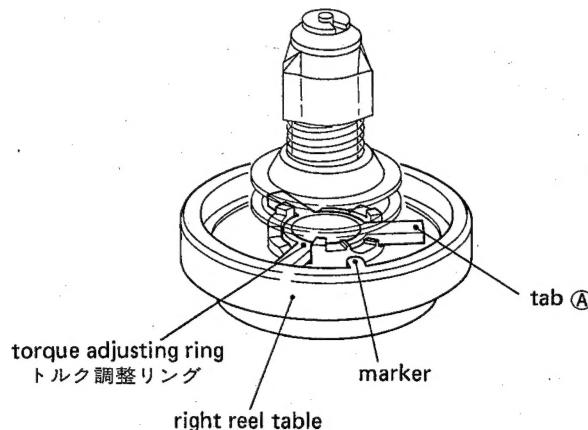

Fig. 4-6
3. If the take-up torque is still out of the limits, adjust the torque adjusting ring provided on the right reel table. The torque can be adjusted to three values as shown in fig. 4-6. Turn the torque adjusting ring with the tab A, pulling slightly upward, and place the tab on one of three stepped portions having pawls to fix the tab.
3. もしテイクアップ・トルクが更に規定値から外れている場合は、右リール台のトルク調整リングを回して調整する。トルクは図4-6に示すように3段階に調整できる。リール台のマーカのある部分だけ階段部分にツメが設けられているので、調整時にはタブⒶを持ち上げるようにしてトルク調整リングを回す。